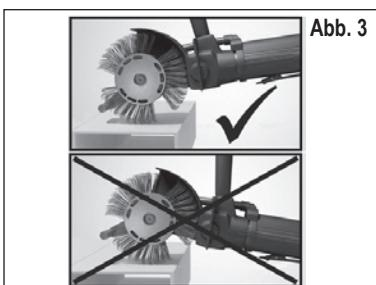

Abb. 3
8. Um beste Leistung zu erzielen, ist darauf zu achten, dass der Beschleunigungsstab nahe über die zu bearbeitende Oberfläche geführt wird. Bei zu großer Entfernung des Beschleunigungsstabes zur Oberfläche, nimmt die Leistung spürbar ab. Siehe Abb. 3. Genauere Beschreibung der Arbeitsweise des **MBX®** Bristle Blaster® ist von der mitgelieferten DVD zu entnehmen oder unter www.monti.de.